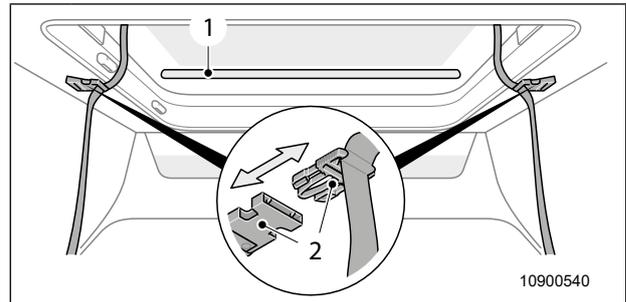

Abb. 37 Aufstelldach öffnen
3. Steckschnalle (Abb. 37, Pos. 2) auf der rechten und linken Seite öffnen.
5. Aufstelldach an der Griffstange (Abb. 37, Pos. 1) nach oben drücken. Dabei darf sich das Dach nicht verkannten. Ab einem gewissen Punkt öffnet sich das Aufstelldach mit Hilfe der Gasfedern selbstständig und wird in der Endposition gehalten.